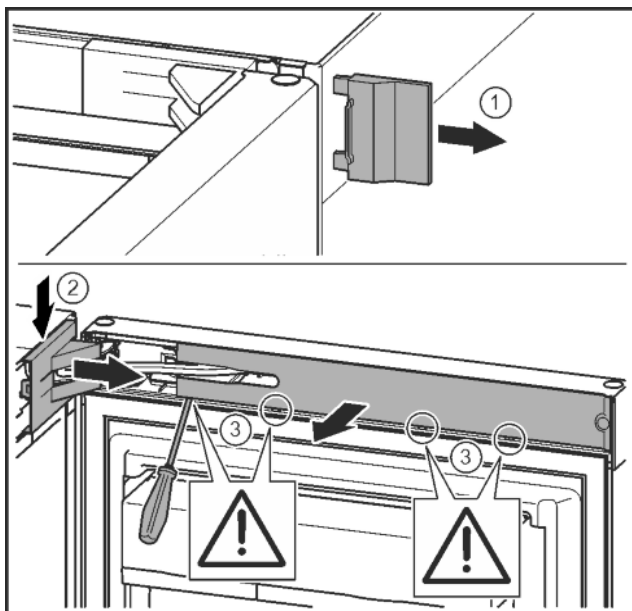

Fig. 8
- Sejměte vnější kryt. Fig. 8 (1)
- Odjistěte a uvolněte kryt stojanu ložiska. Sejměte kryt stojanu ložiska. Fig. 8 (2)
- Plochým šroubovákem odjistěte lištu a otočte ke straně. Fig. 8 (3)